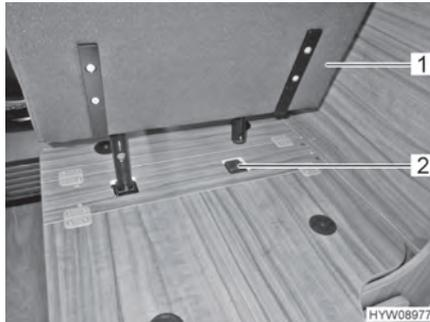

Fig. 17 Enchufar el asiento de enchufe en el soporte
- Enchufar el asiento de enchufe (Fig. 17,1) en el soporte (Fig. 17,2).